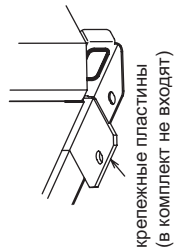

Рис. 3 (без съемной опоры)
- ④ Если болты крепления закручиваются после установки блока на основание, то используйте крепежные пластины (в комплект не входят). См. рис. 3 и 4.
- ⑤ Изолируйте отверстие, через которое в блок входят фреоновые трубы и кабели, для исключения проникновения в блок мелких животных и воды, которые могут повредить компоненты блока.
- ⑥ При подключении фреоновых труб и кабелей снизу убедитесь, что они не мешают установочным элементам блока.
- ⑦ Следуйте дополнительным рекомендациям, приведенным в «Инструкции по установке».